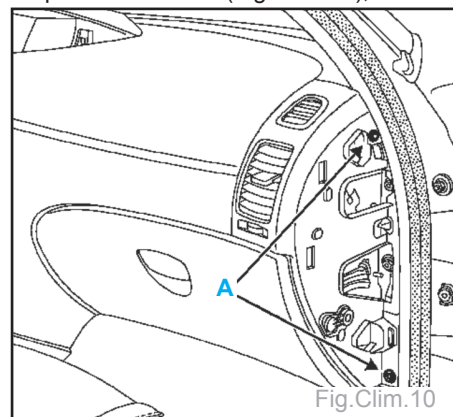

Fig.Clim.10
- les vis (A) de fixation latérales de la planche de bord (Fig.Clim.10),